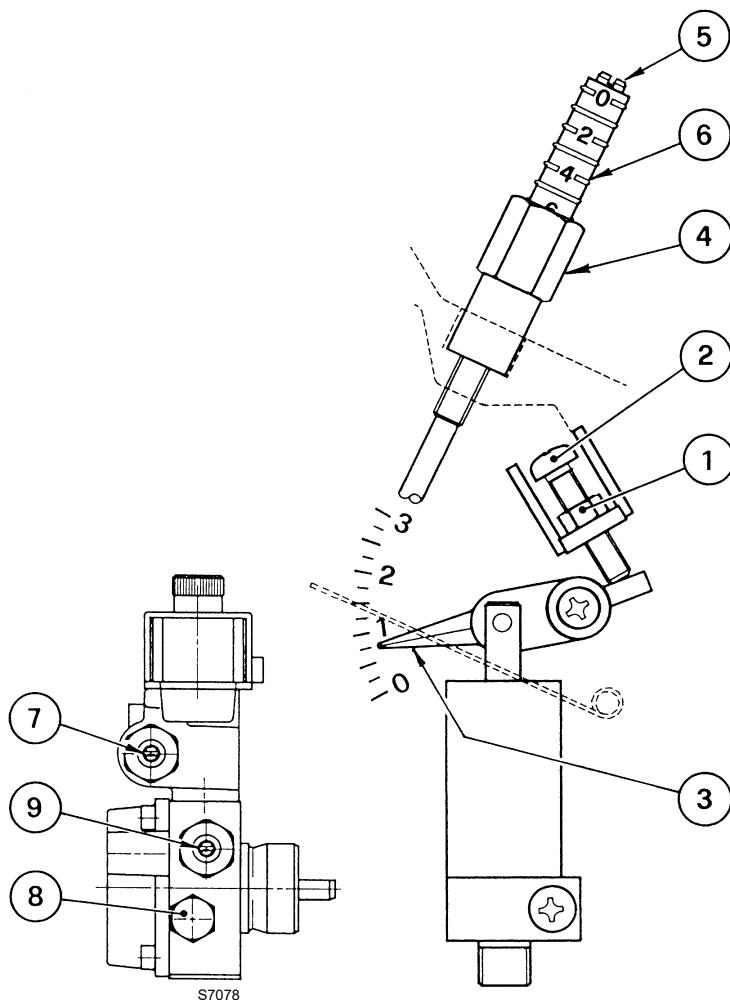

Fig. 10
- Aflojar la tuerca 1)(Fig. 10), accionar el tornillo 2)(Fig. 10) y llevar el índice 3) a la posición deseada.
- Después de finalizar la regulación, enroscar nuevamente la tuerca 1)(Fig. 10).
Si es necesario, volver a calibrar dicha presión o, si se prefiere cambiarla, utilizar el tornillo 7). El manómetro para controlar la presión se monta en lugar del tapón (8) (Fig. 10).
- Aflojar la tuerca 4)(Fig. 10), accionar el tornillo 5)(Fig. 10) y llevar el índice 6) a la posición deseada.
- Después de finalizar la regulación, enroscar nuevamente la tuerca 4)(Fig. 10).
Si es necesario, volver a calibrar dicha presión o, si se prefiere cambiarla, utilizar el tornillo 9)(Fig. 10). El manómetro para controlar la presión se monta en lugar del tapón (8)(Fig. 10). Cuando el quemador se para, el registro de aire se cierra automáticamente, hasta una depresión máx. en la chimenea de 0,5 mbar.